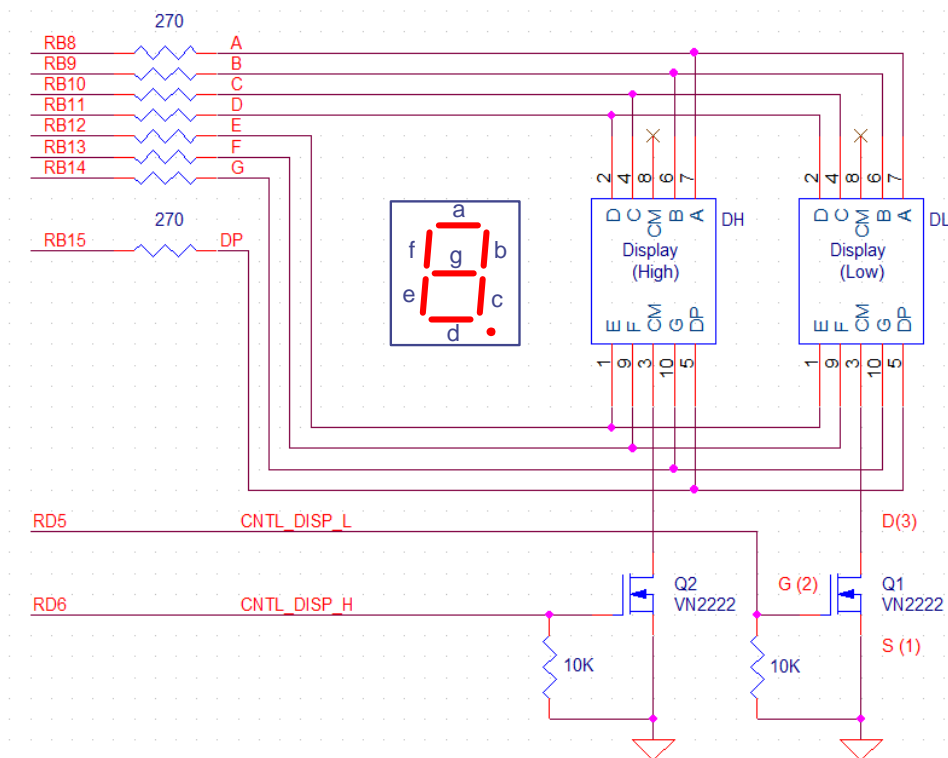

Figura 3. Ligação de dois *displays* de 7 segmentos ao porto B do PIC32.
3. A Figura 3 apresenta o esquema elétrico de ligação de dois *displays* de 7 segmentos a portos do PIC32 (Porto B: RB8 a RB15; Porto D: RD5 e RD6). Cada um dos *displays* pode ser ativado ou desativado através dos transístores Q1 e Q2 ligados aos portos RD5 e RD6, respetivamente. Com esta configuração, os *displays* funcionam em modo alternado, uma vez que o barramento de dados é comum aos dois.
- a) Monte os 2 *displays* de 7 segmentos e os dois transístores, de acordo com o esquema da Figura 3. Verifique no *datasheet* do *display* de 7 segmentos (disponível no *moodle* da UC) qual a correspondência entre cada segmento e o respetivo pino físico.
- b) Ligue os dois transístores ao circuito. Verifique previamente quais os pinos físicos correspondentes à *gate* (G), *drain* (D) e *source* (S) (note que a montagem incorreta deste componente impede, ou limita, o bom funcionamento do circuito de visualização).